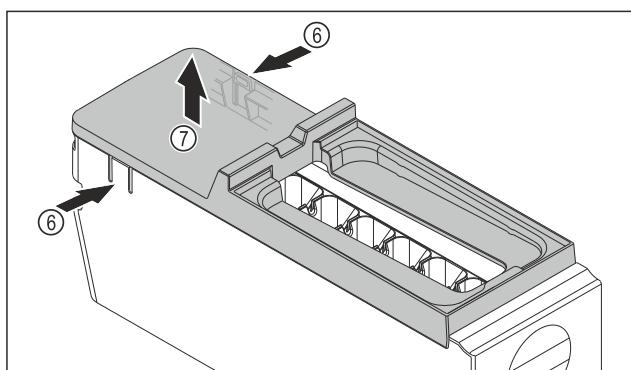

Fig. 79
- Снимите крышку корпуса EasyTwist-Ice: Надавите рукой на накладки Fig. 79 (6) с обеих сторон корпуса EasyTwist-Ice.
- Другой рукой снимите крышку Fig. 79 (7) по направлению вверх.